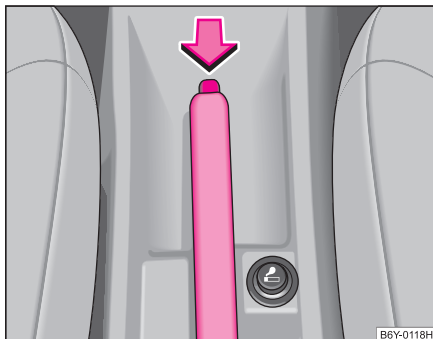

Abb. 92 Mittelkonsole:
- Ziehen Sie den Handbremshebel etwas hoch **und** drücken Sie **gleichzeitig** den Sperrknopf ⇒ Abb. 92 hinein.